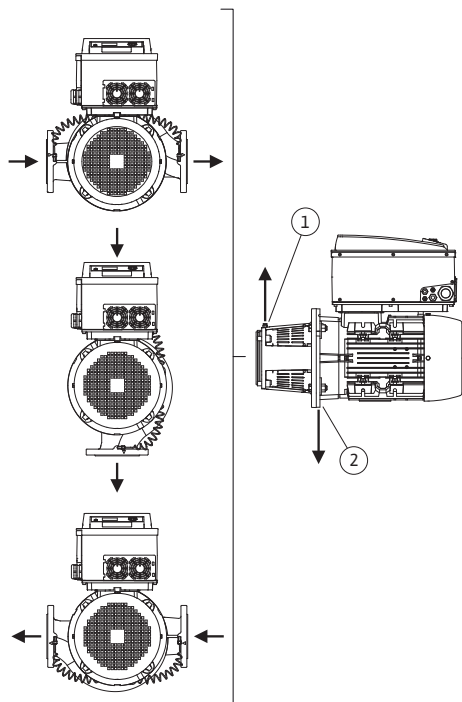

Fig. 14: Tillåtna monteringslägen med horisontell motoraxel
De tillåtna monteringslägena med horisontell motoraxel och elektronikmodul uppåt (0°) visas i Fig. 14.
Avluftning av pumpen garanteras optimalt om avluftningsventilen pekar uppåt (Fig. 14, pos. 1).
Led bort kondensat via tillgängligt borrhål, pumplanterna samt motor (Fig. 14, pos. 2). Ta här till bort proppen på motorflänsen.